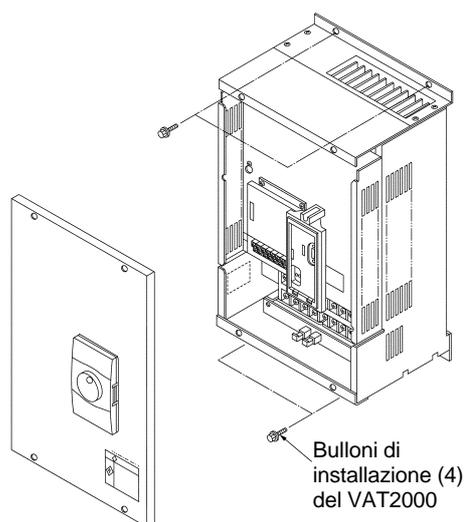

Fig. 2.2
#### (1) N15K0, X18K5 e più piccoli (Fig. 2.2)